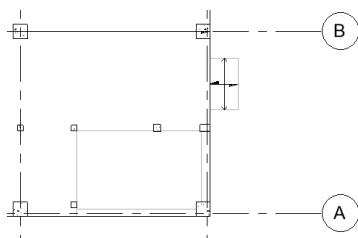

图 15-73 绘制雨搭 (4)
(24) 单击“模式”面板中的“完成编辑模式”按钮, 完成高度为 3000mm 雨搭的创建, 如图 15-73 所示。